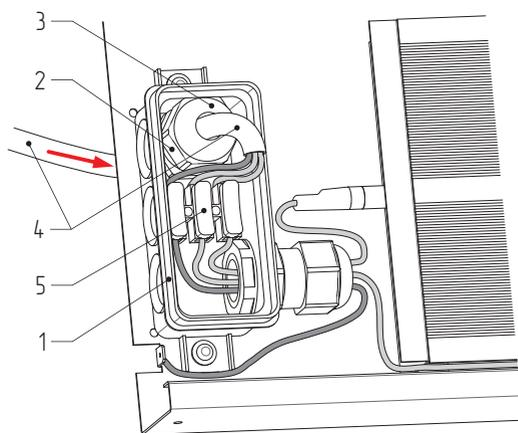

Рисунок 6.
- 7.4.2. Открутить полукруглую гайку гермоввода (3) (см. рис. 6), пропустить разделанный питающий кабель (4) в гермоввод.